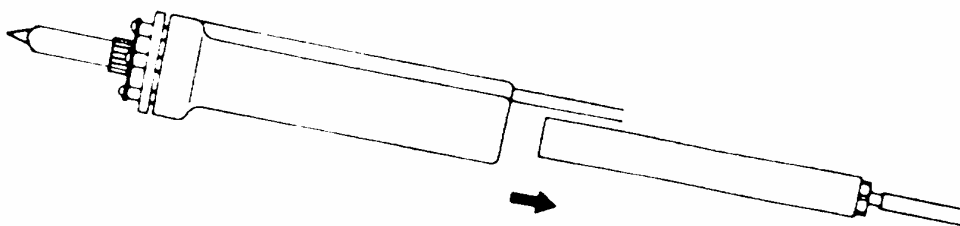

Rys. nr 10
2. Trzymać kolbę w pozycji jak na rys. nr 10. Nacisnąć i przekręcić czerwone pokrętko w tylnej części kolby.